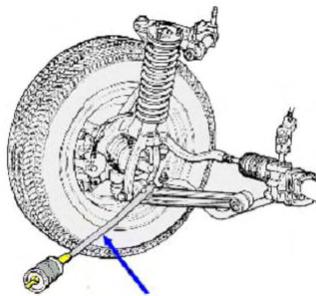

图1-20
3. サポートロッドのタイプ：一部のサスペンションシステムでは、下部スイングアームサポートロッドの前端に調整可能な装置があります。締め付けたナットを緩め、サポートロッドの長さを調整すると、キャンバーの後方傾斜の値を変更でき、サポートロッドが変わります。長くなるとキャスターの傾きが小さくなります。それ以外の場合、キャスター傾きが大きくなります（図 1-20 を参照）。